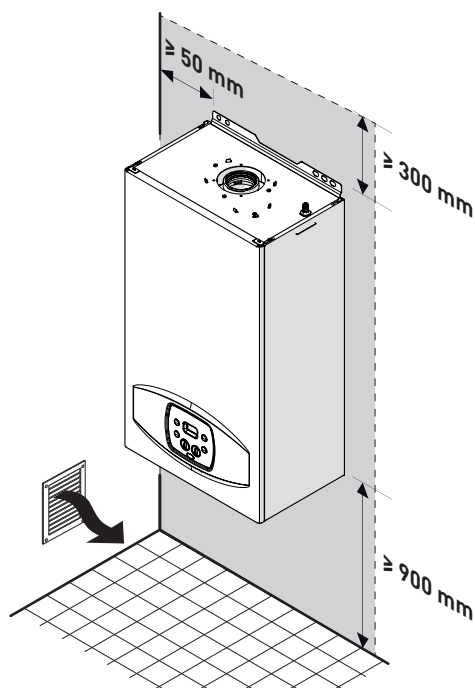

Fig. 17
- Tenere in considerazione gli spazi necessari per l'accessibilità ai dispositivi di sicurezza/regolazione e per l'effettuazione delle operazioni di manutenzione (vedere Fig. 17).